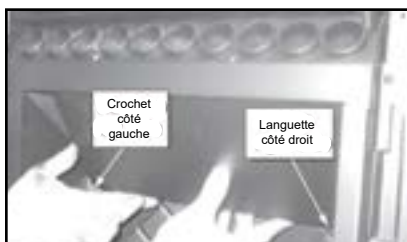
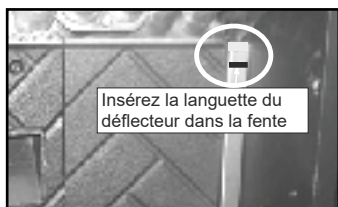
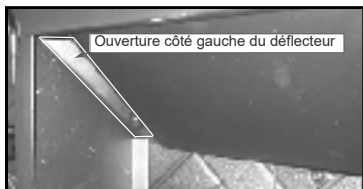

Figure 27.1
Figure 27.2
Figure 27.3
2. Le haut déflecteur a un crochet sur le côté gauche du bas qui repose sur le rebord supérieur de la fonte de la brique. Il y a un onglet sur le côté inférieur droit que les crochets sur le côté du support. Retirer le bouchon déflecteur en premier tirant sur le déflecteur vers l'avant jusqu'à l'arrière de bord s'abaisse. Puis faites glisser le déflecteur arrière jusqu'à ce que le bord avant efface le plateau qu'elle avait été mise au repos (**Figure 27.1, Figure 27.2 et Figure 27.3**).